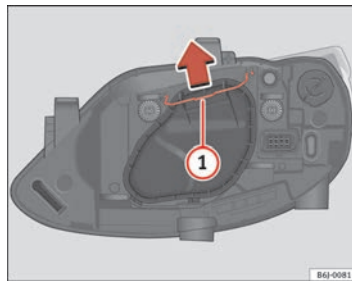

Fig. 142 Luz de cruce/carretera faro simple
- Desplace el tirante ⇒ página 234, fig. 142 ① en el sentido de la flecha y saque la tapa.